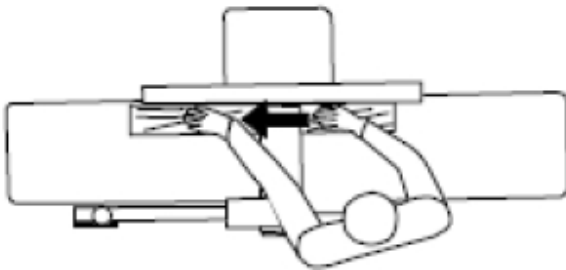

Abb. 19: Versatzstellung des Bedieners zum Einlauftisch
Schritt 2: Nach dem Schnitt ruht die neue Oberfläche fest auf dem Auslauftisch. Die linke Hand wird auf die Ausgabeseite (Abbildung 19) übertragen und drückt auf diesen Teil des Werkstücks, wobei gleichzeitig der ebene Kontakt mit dem Anschlag aufrechterhalten wird. Die rechte Hand drückt auf das Werkstück in Vorwärtsrichtung. Bevor die rechte Hand den Schneidkopf erreicht, sollte Sie zum Werkstück auf dem Ausfuhrtsch bewegt werden.